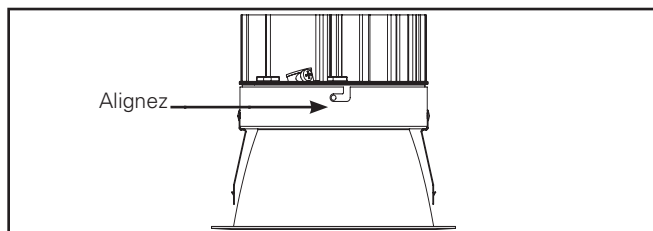

Figure 8.
5. Insérez le moteur lumineux à DEL dans la garniture inférieure. Alignez les trous de vis du moteur lumineux à DEL avec les fentes à vis de la garniture inférieure (Figure 8.).